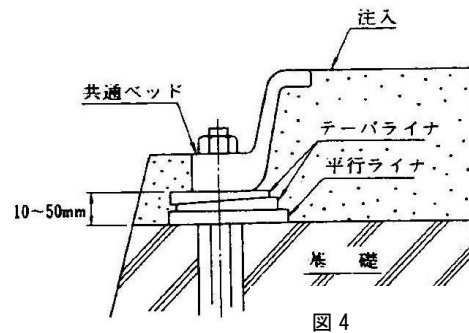

図 4
- (1) 基礎面が平滑となるよう、基礎をチップングした上で、平行ライナ 1 枚とテーパライナ 2 枚を図 4 に示すようにポンプの基礎ボルト穴の両側に振り分け配置してください。
- (2) 次にポンプをライナ上に載せ基礎ボルトを基礎ボルト穴に据えます。
- (3) ポンプの位置及び高さを決めます。フランジ面を利用して水平を出します。水平度は 1m につき 0.1mm を目安としてください。ポンプの高さの調整はテーパライナにより簡単に行うことができます。
- (4) 基礎ボルトを据えた状態で、基礎ボルト穴にモルタルを流し込み固化させます。モルタルは、気温・湿度・配合により異なりますが、およそ 4 日間程度で固化します。